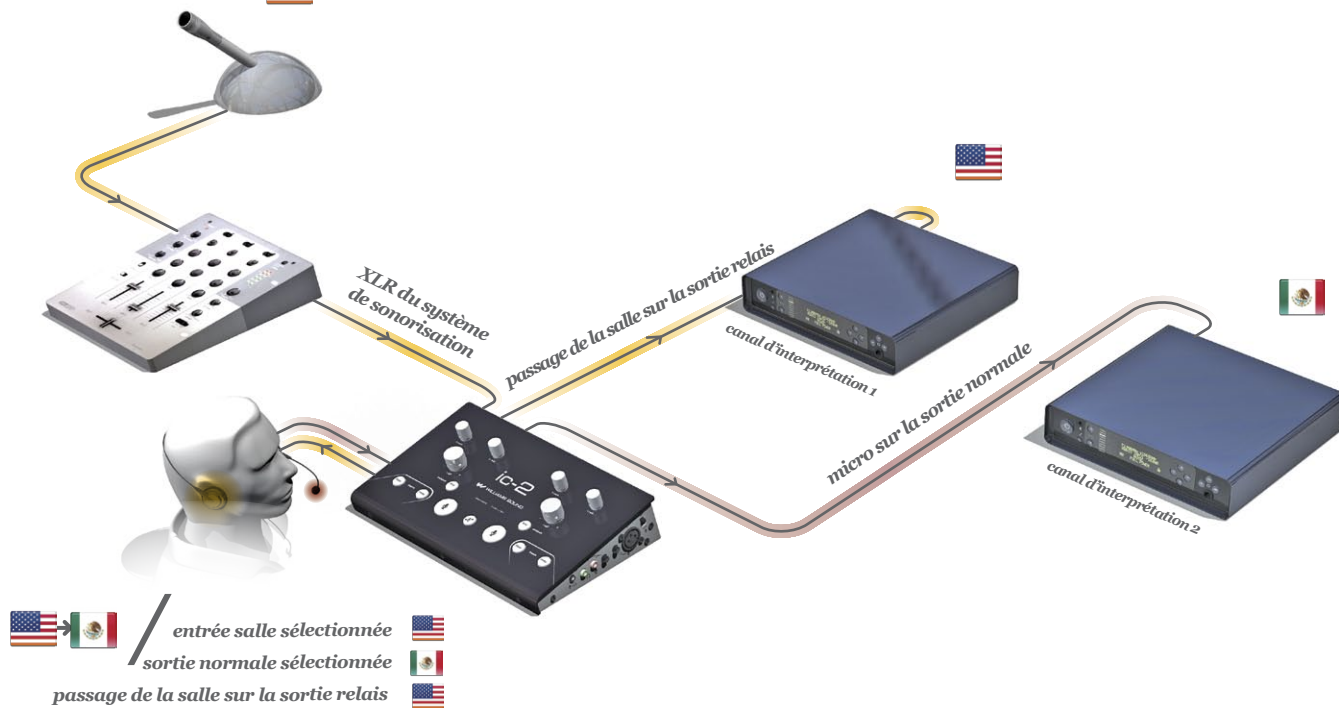

Figure 6 : Configuration bilingue A
- Norm Feedthrough (Passage Normal) – achemine le son de la salle sur la sortie Normale si elle n'est pas utilisée. Pour de plus amples informations, consultez les figures 6 et 7 et la note des pages 15 et 16.
- Relay Feedthrough (Passage Relais) – achemine le son de la salle sur la prise de sortie Relais XLR si cette sortie n'est pas utilisée. Pour de plus amples informations, consultez les figures 6 et 7 et la note des pages 15 et 16.